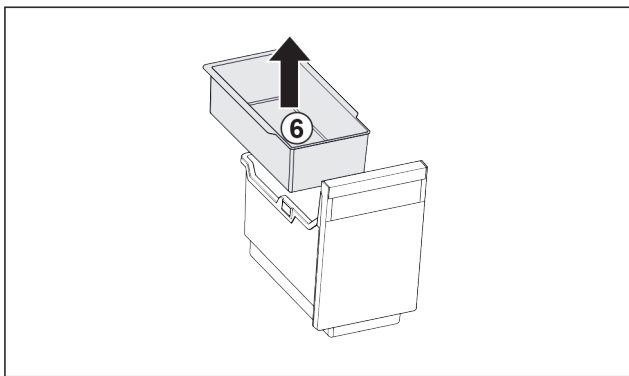

Fig. 124
- ▶ Extrageți tava suspendată Fig. 124 (6).